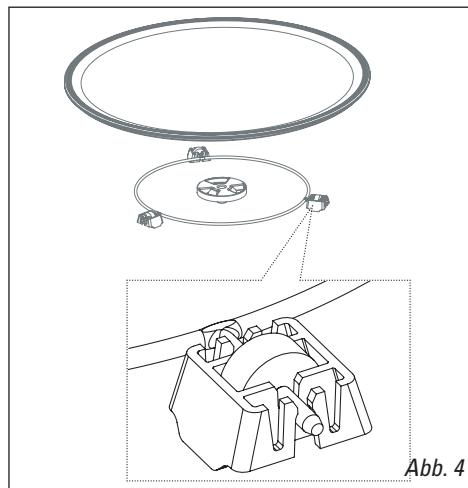

Abb. 4
- **Der Antrieb:** sorgt dafür, dass der Glasdrehteller dreht. (Abb. 4)
- **Die Basisrollen:** Die Rollen müssen in der richtigen Richtung positioniert sein. (Abb. 4) Wenn sie nicht richtig drehen, nach Fremdkörpern unter den Rollen suchen.